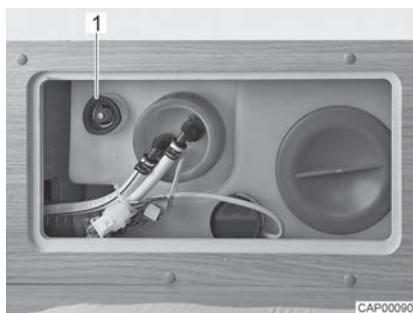

Fig. 141 Serbatoio dell'acqua con maniglia girevole
- Sul serbatoio dell'acqua, ruotare la maniglia girevole (Fig. 141,1) in senso orario fino all'arresto.
- Sul serbatoio dell'acqua, ruotare la maniglia girevole (Fig. 141,1) in senso antiorario fino all'arresto. L'acqua fuoriesce fino a ca. 20 litri.